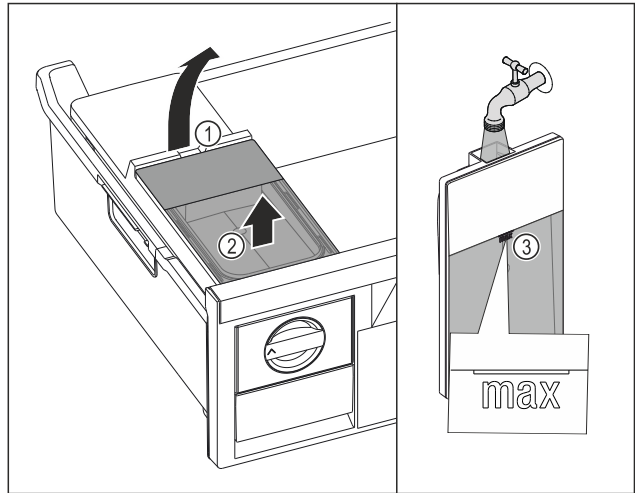

Fig. 128
- Soulever le réservoir d'eau par l'encoche Fig. 128 (1).
- Retirer le réservoir d'eau par le haut. Fig. 128 (2)
- Remplir le réservoir d'eau potable jusqu'au repère Fig. 128 (3).